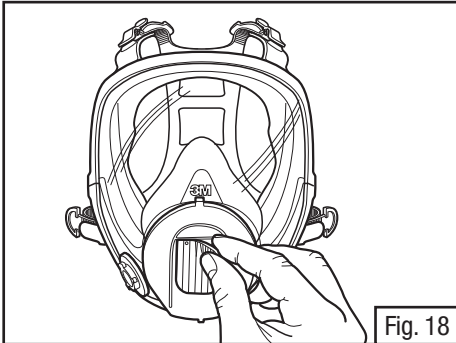

Fig. 18
2. Tome la válvula y jale para sacar cada vástago de ésta del asiento de la válvula (Fig. 18).